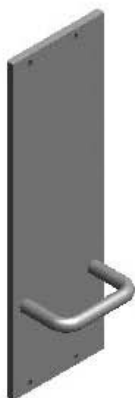

Рис. 9.75. Сопряженные передняя панель и ручка
- При этом останется возможность перемещать ручку вертикально (рис. 9.75).